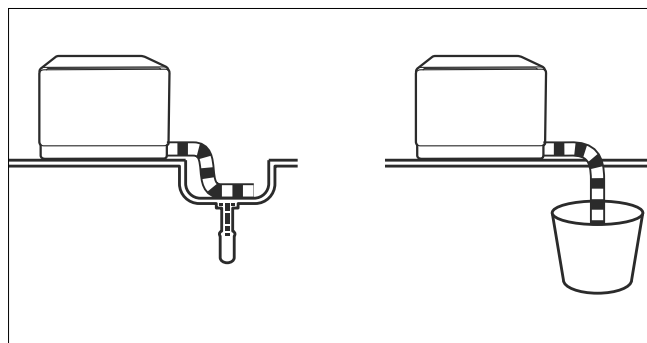

Fig. 14 – Guiar hacia un fregadero o recipiente
- Cuelgue el extremo de la manguera de vaciado en un fregadero o en un recipiente suficientemente grande (≥ 12 litros) (véase **Fig. 14**).
- Una vez que se hayan realizado las conexiones de alimentación y de salida de agua, enchufe la clavija de enchufe (7) en la toma de corriente.